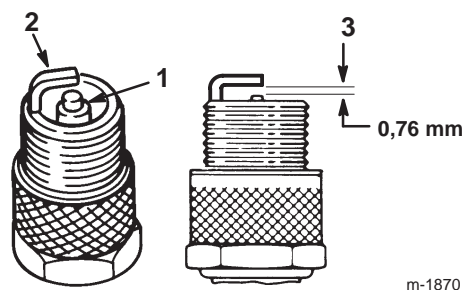

Bild 26
1. Sehen Sie sich die Mitte der Zündkerze an (Bild 26). Wenn der Kerzenstein hellbraun oder grau ist, ist der Motor richtig eingestellt. Eine schwarze Schicht am Kerzenstein weist normalerweise auf einen schmutzigen Luftfilter hin.
2. Prüfen Sie den Abstand zwischen den mittleren und seitlichen Elektroden (Bild 26). Verbiegen Sie die seitliche Elektrode (Bild 26), wenn der Abstand nicht stimmt.